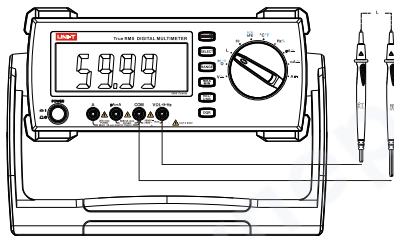

图4
- 将红表笔插入"L"插孔，黑表笔插入"COM"孔(如图4)。